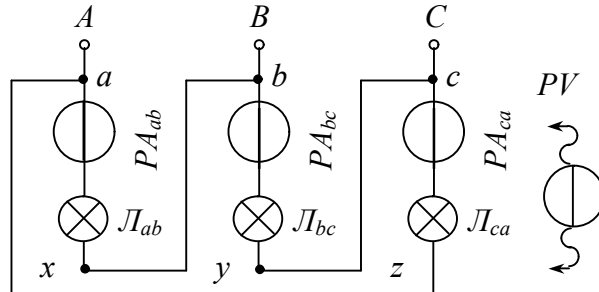

Рис. 17.9
2. Дослідити коло (рис. 17.9) при симетричному навантаженні ( $SB 1$  і  $SB 2$  замкнені). Результати вимірювань записати в табл. 16.2.